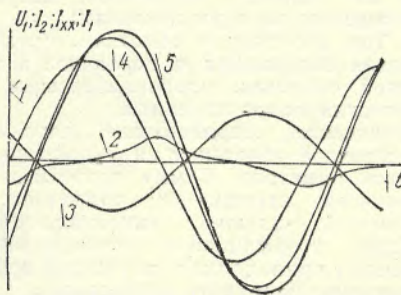

Рис. 5. Кривые напряжения и токов трансформатора при нагрузке
На рис. 5 синусоида 1 представляет напряжение сети U_1 , а кривая 2 — ток холостого хода $I_{х.х.}$ По вторичной обмотке протекает ток нагрузки, изображенный синусоидой 3 и вызывающий, согласно уравнению (4), появление в первичной обмотке трансформированного тока нагрузки $I_{1н}$ (синусоида 4). Полный ток первичной обмотки I_1 (кривая 5) можно найти, сложив ординаты кривой 2 и синусоиды 4.